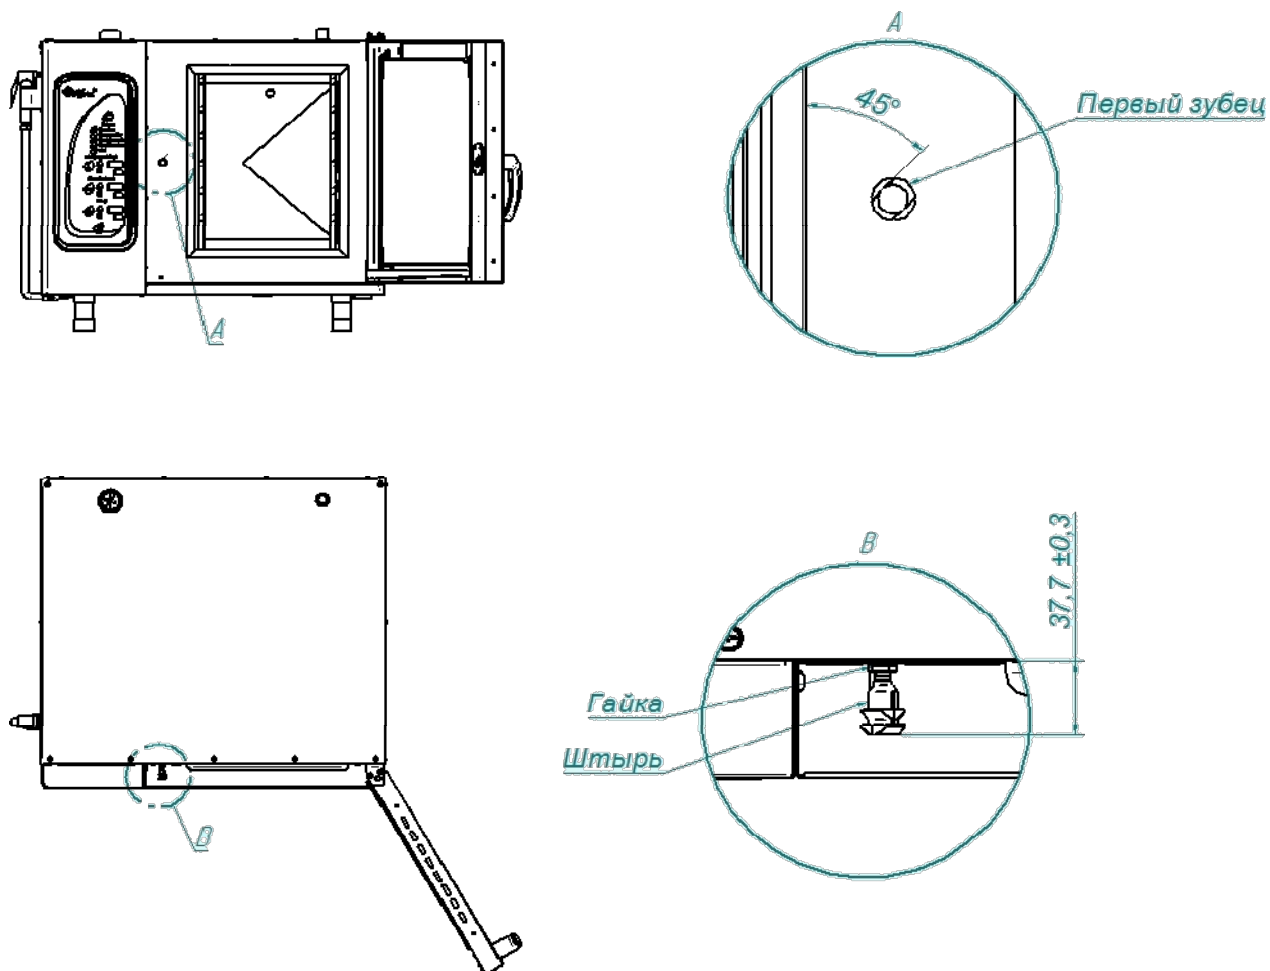

Рис. 13. Регулировка замкового устройства
При ослаблении уплотнителя двери пароконвектомата необходимо отрегулировать положение штыря (см. рис. 13). Для этого:
- отрегулировать положение штыря согласно указанным размерам и положению зубцов (при ослаблении профиля штырь необходимо закручивать, т.е. уменьшить размер 37,7мм, выдерживая угол  $45^\circ$  – см. рис. 13);